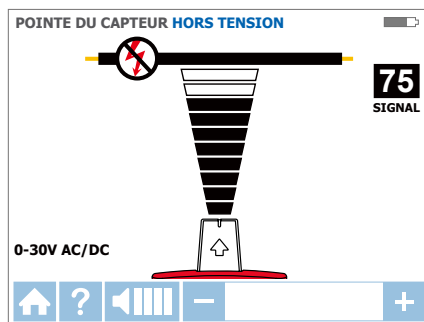

Figure 3.2c : Récepteur indiquant le signal détecté en mode CAPTEUR DE POINTE hors tension
4. Balayez la zone cible avec le capteur de pointe pour trouver le niveau de signal le plus élevé (Figure 3.2c). En traçant, réglez de temps en temps la sensibilité pour maintenir l'intensité du signal autour de 75. Augmentez ou diminuez la sensibilité en appuyant sur + ou - sur le clavier numérique. Si le signal est trop fort pour une localisation précise, passez le récepteur en mode FAIBLE.